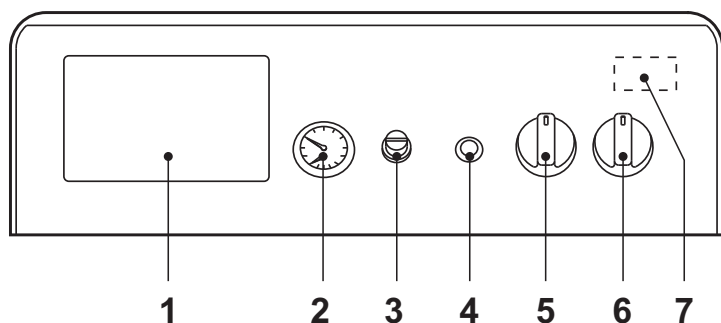
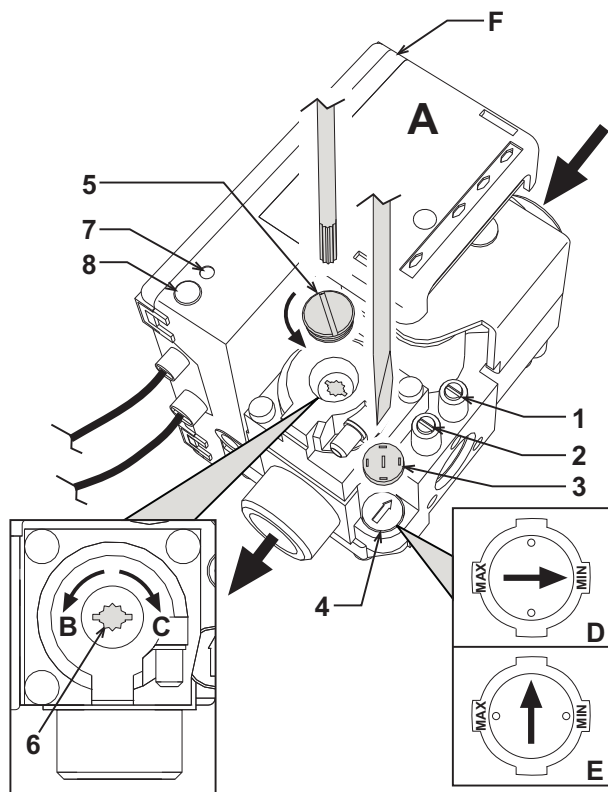

fig. 1 - Panoul de comandă
fig. 3 - Reglarea presiunii
- Puneți întrerupătorul general "6" pe poziția 1 (fig. 1).
- În cazul în care centrala este echipată cu o unitate de control electronic termostatică, montată în poziția 1 din fig. 1, utilizatorul va trebui să țină cont și de instrucțiunile oferite de producătorul acesteia.
Rotind butonul 5 cu fig. 1 în sens orar, temperatura apei din circuitul de încălzire crește, iar rotindu-l în sens antiorar, scade. Temperatura poate varia de la o valoare minimă de 30° la o valoare maximă de 90°. Vă recomandăm oricum ca centrala să nu funcționeze la valori de temperatură mai mici de 45°.
Stabiliți cu ajutorul termostatului de cameră temperatura dorită în interiorul încăperilor. La comanda termostatului de cameră, centrala se aprinde și încălzește apa din instalație la temperatura stabilită de termostatul de reglare al centralei 5 din fig. 1. Când se ajunge la temperatura dorită în interiorul încăperilor, generatorul se oprește.
Valoarea presiunii de umplere a instalației reci, indicată de hidrometrul centralei, detaliul 2 din fig. 1, trebuie să fie de aproximativ 1,0 bar. Dacă, în timpul funcționării, presiunea în instalație coboară (din cauza evaporării gazelor dizolvate în apă) la valori inferioare valorii minime menționate mai sus, Utilizatorul va trebui să o readucă la valoarea inițială, acționând robinetul de umplere. La sfârșitul operației închideți din nou, întotdeauna, robinetul de umplere.
Racordați un manometru la priza de presiune 2 (fig. 3) poziționată în aval de valva de gaz, rotiți butonul termostatului centralei (detaliu 5 - fig. 1) pe valoarea maximă.
După ce ați scos dopul de protecție 5 (fig. 3), reglați presiunea gazului la arzător cu ajutorul șurubului 6 la valoarea dorită (vezi tabelul cu datele tehnice și schemele de varia-bilitate a puterii din cap. 5).
2. Scoateți de pe valva de gaz căpăcelul de protecție 3 (fig. 3). Cu o șurubelniță mică reglați "STEP" -ul de aprindere pentru tipul de gaz dorit (G20-G25 poziția D fig. 3 sau G30-G31 poziția E fig. 3); după aceea, puneți căpăcelul la loc.